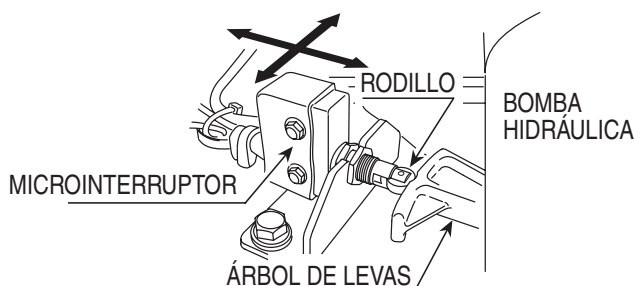

Figura 28. Ajuste del microinterruptor
3. Revise y asegúrese de que el rodillo al final del microinterruptor esté en la abolladura del árbol de levas de la palanca (bomba hidráulica). Ajuste si es necesario (Figura 28).